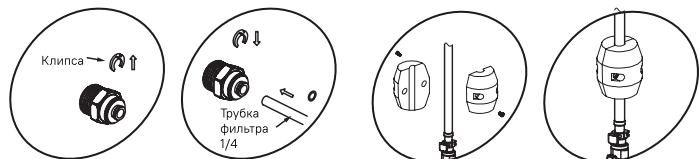

Рис. 2
- Соедините подводку для фильтрованной воды №3 с медной трубкой №3 с одной стороны и адаптером для фильтра согласно рис.2 и самим фильтром с другой стороны.